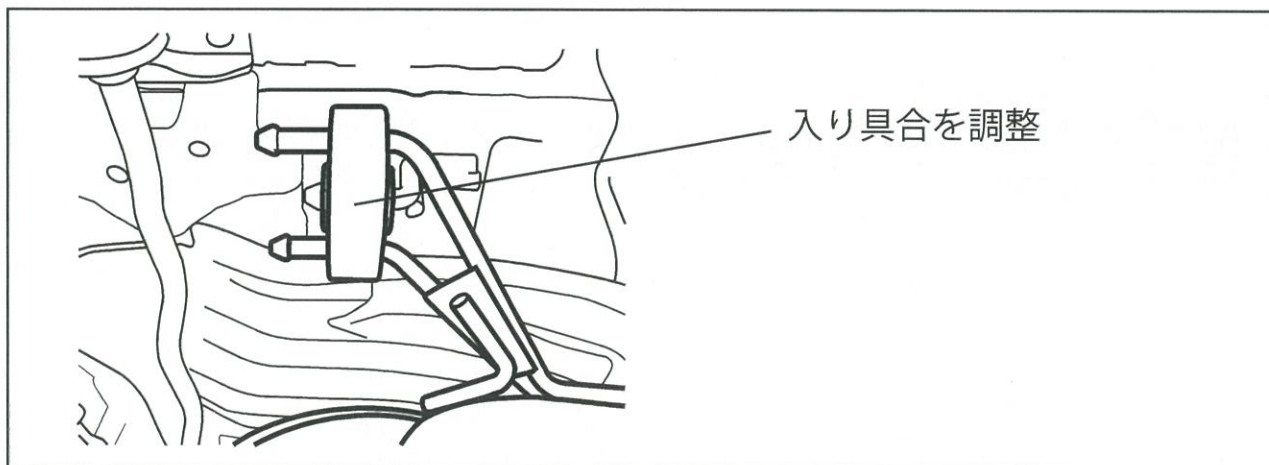

図1
- ① フレキシブルジョイントボルト 2本を緩める
- ② L側マウントラバーのステー入り具合を調整しテールパイプの位置をバンパー切り欠きの中心に合わせる。 ⇒図1